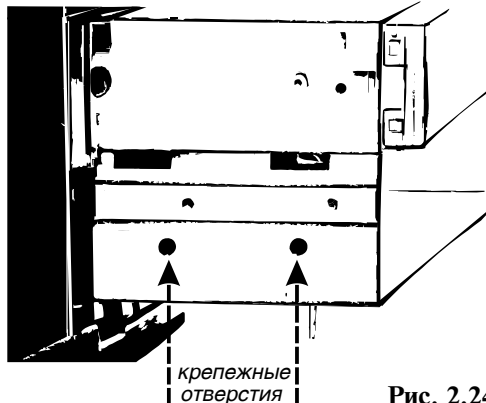

Рис. 2.24
3. Выдвиньте вперед металлический блок. Рис. 2.24.
4. С двух сторон блока открутите винты крепления пластмассового перчаточного ящика. Рис. 2.24.
14. Установите бортовой компьютер в отсек. Штатные отверстия, рис. 2.24, в металлическом блоке через которые крепился перчаточный ящик и крепежные отверстия на кронштейнах, должны совпадать. Наживите и затяните саморезы.